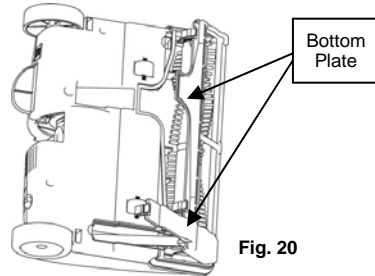

Fig. 20
2. Press down on the three holding tabs. This will release the bottom plate. (Fig. 20 and 21)
2. Appuyez sur les trois onglets de maintenance. Ceci dégage la plaque inférieure. (Fig. 20 et 21)